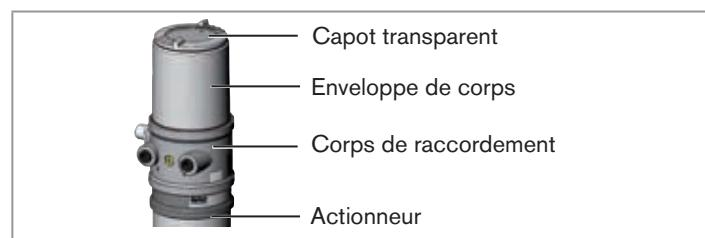

Fig. 12 : Ouvrir tête de commande
- Pour dévisser et visser le capot transparent, ne pas exercer de contre pression sur l'actionneur de vanne process mais sur le corps de raccordement (voir « Fig. 12 »).